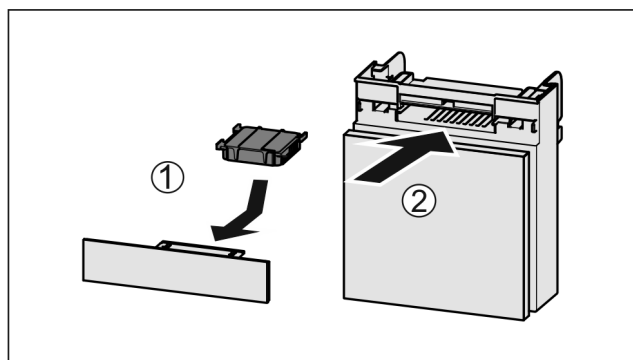

Fig. 67
- ▶ Insérer le filtre à charbon actif d'après le schéma Fig. 67 (1).
- ▶ Insérer le compartiment Fig. 67 (2).